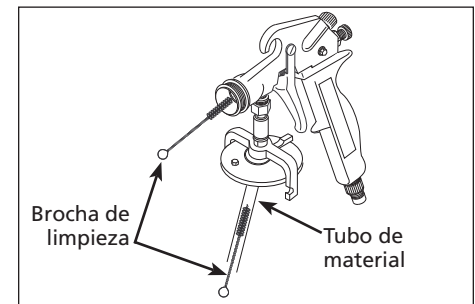

Figura 13 - Cómo limpiar el tubo de material
4. Utilice una brocha de limpieza (saturada con solvente) para limpiar el tubo y la boquilla de material (ver Figura 13).